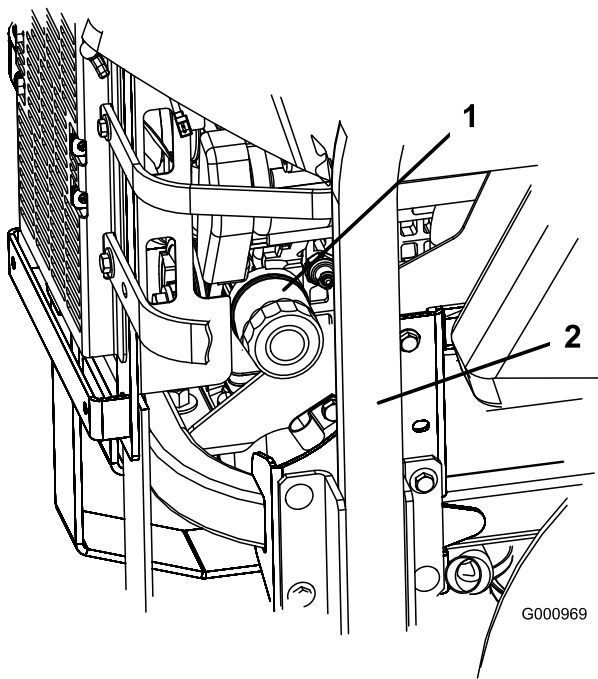
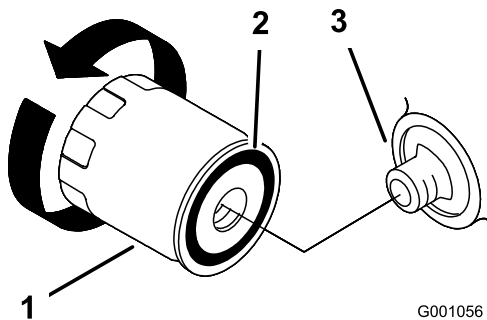

Figura 41
Figura 42
2. Gire el filtro en el sentido contrario a las agujas del reloj para retirarlo (Figura 41 y Figura 42).